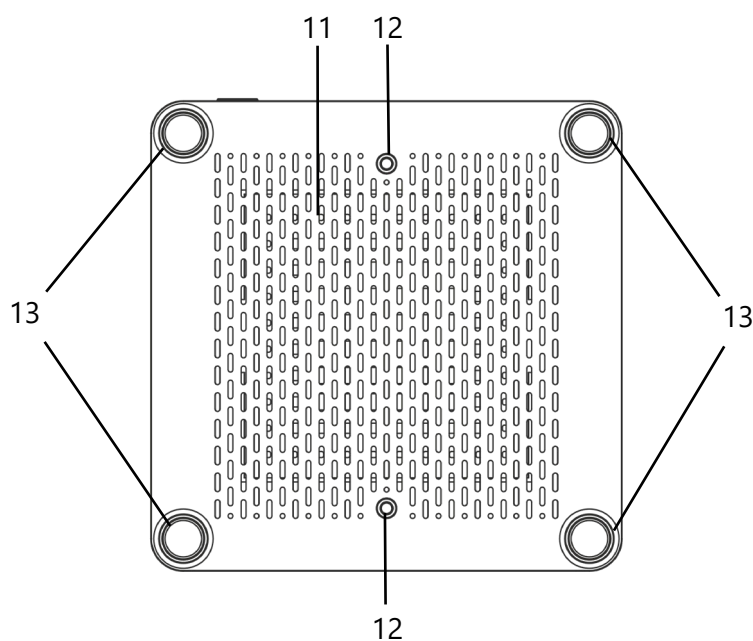

Figura 2 – Elemente de construcție
NOTĂ. Mini-computerul poate fi, de asemenea, conectat la o sursă de alimentare utilizând un cablu USB (C)/USB (C) compatibil cu PD (nu este furnizat) prin intermediul conectorului USB (C) 3.2 cu PD (consultați Figura 2, **A-5**). Ca sursă de alimentare poate fi utilizat, de exemplu, un monitor, un panou interactiv * sau un adaptor de alimentare USB (C) adecvat (nu este furnizat). Cablul de alimentare utilizat trebuie să îndeplinească următoarele specificații: suport USB PD 3.0, 20,0 V, 60,0 W (min.). Adaptorul de alimentare utilizat trebuie să aibă următorii parametri de ieșire: suport USB PD 3.0, 20,0 V / 3,0 A (DC), 60,0 W (min.).